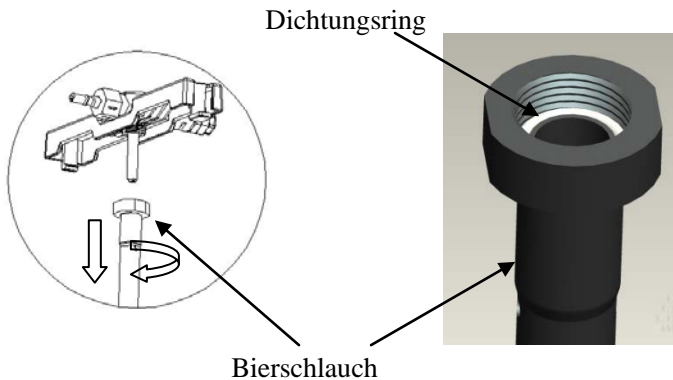

Abbildung 34
C. DEN DICHTUNGSRING VOM BIERSCHLAUCH ERSETZEN (Siehe Abbildung 34)